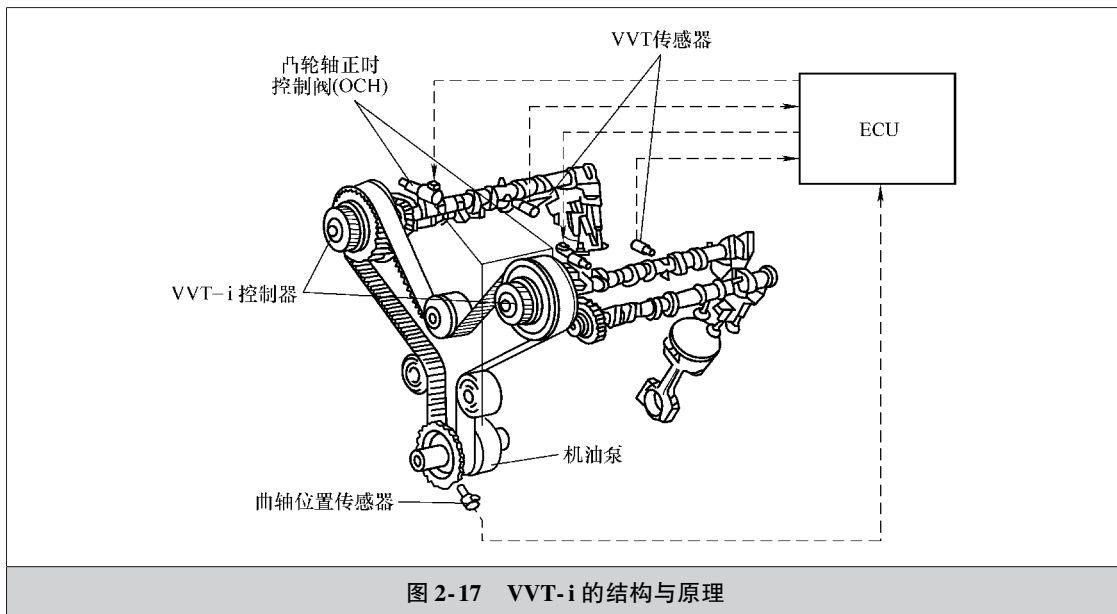

图 2-17 VVT-i 的结构与原理
(2) VVT-i 的结构与原理 如图 2-17 所示, VVT-i 系统由 VVT-i 控制器、凸轮轴正时机油控制阀和 VVT 传感器三部分组成。发动机 ECU 发出控制指令, 控制凸轮轴正时控制阀开启或关闭, 然后通过 VVT-i 控制器内部油压的作用实现配气正时的改变。